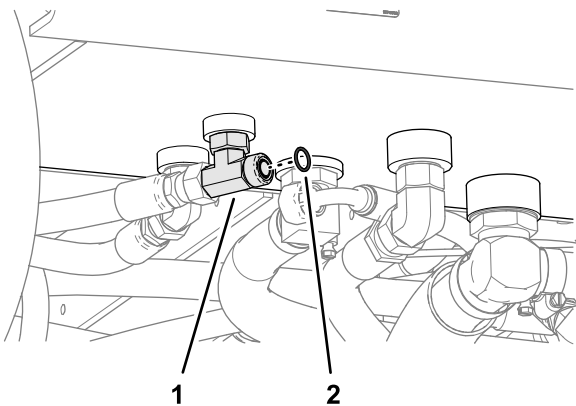

Bild 130
5. Entfernen Sie den O-Ring von der Stirnseite des T-Anschlussstücks am Hydraulikölbehälter (**Bild 130**).
6. Setzen Sie einen neuen O-Ring mit einem Durchmesser von 12,4/1,8 mm in die Nut des T-Anschlussstücks ein (**Bild 130**).